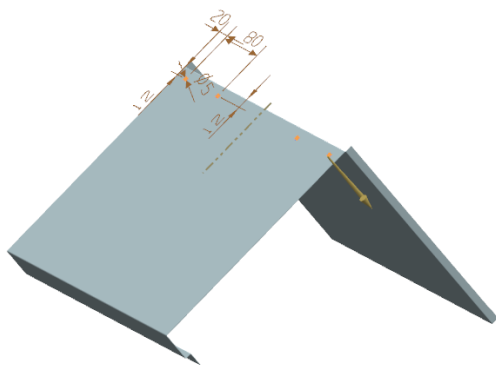

图 11-25 预览所创建的法向除料特征
(4) 视图区预览所创建的法向除料特征, 如图 11-25 所示。